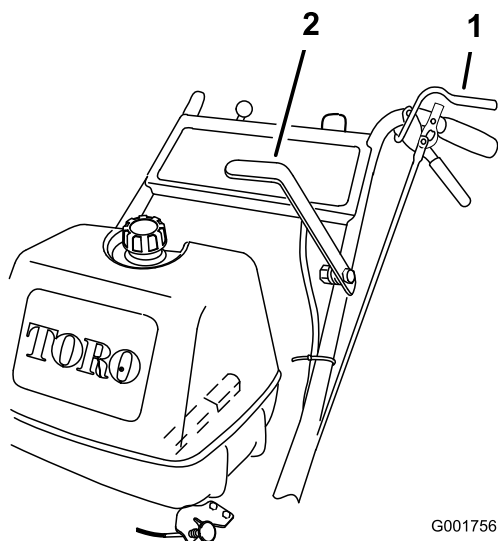

Figura 9
1. Apriete las palancas de Control de Presencia del Operador (CPO) contra el manillar (Figura 9).
- Empuje la palanca de control de las cuchillas (TDF) firmemente hacia adelante hasta que se enganche en el centro (Figura 9).
Para desengranar las cuchillas, tire hacia atrás de la palanca de control de las cuchillas (TDF) hasta que haga tope (Figura 9). El motor se parará si se sueltan las palancas CPO con la palanca de control de las cuchillas engranada.